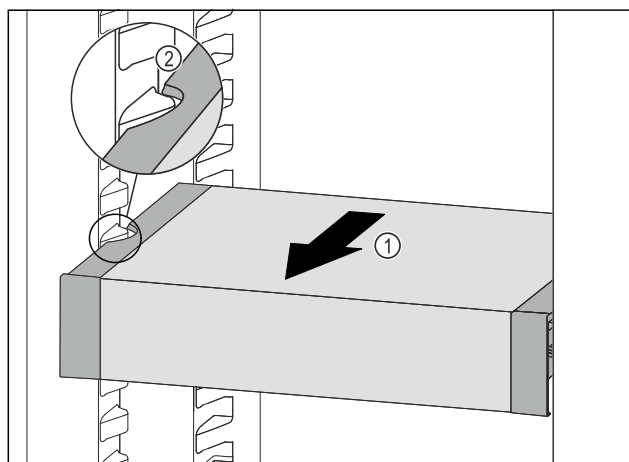

Fig. 112
- 向前拉动 VarioSafe Fig. 112 (1)，直至 VarioSafe 的侧部凹槽与冷藏区中的容器肋梁持平。Fig. 112 (2)